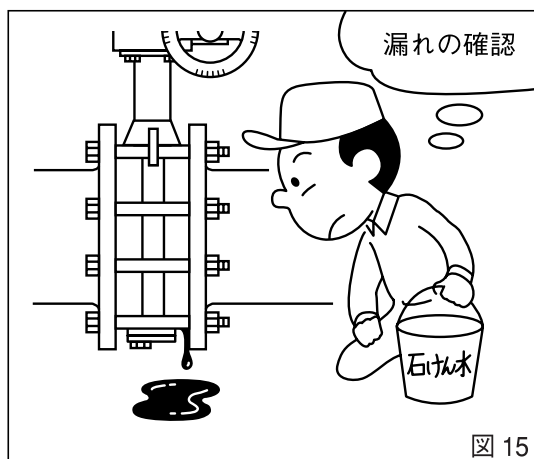

図 15
- 漏れの確認：運転に入る前に、配管内圧を上昇させ、バルブフランジ部から漏れがないことを確認してください。（気体の場合は石けん水など）なお、この時、バルブは開状態とし、内圧が定格圧力を超えないようにしてください。（図15）